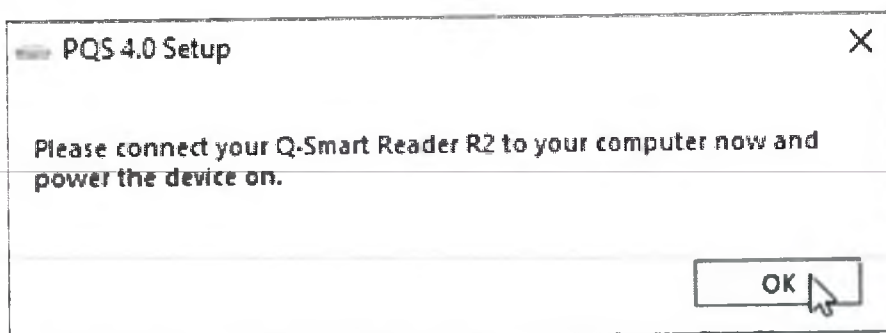

Рисунок 16
7.17.9 После завершения установки необходимо подключить Анализатор к ПК и включить его. При нажатии кнопки «ОК» можно будет продолжить установку (Рисунок 16).